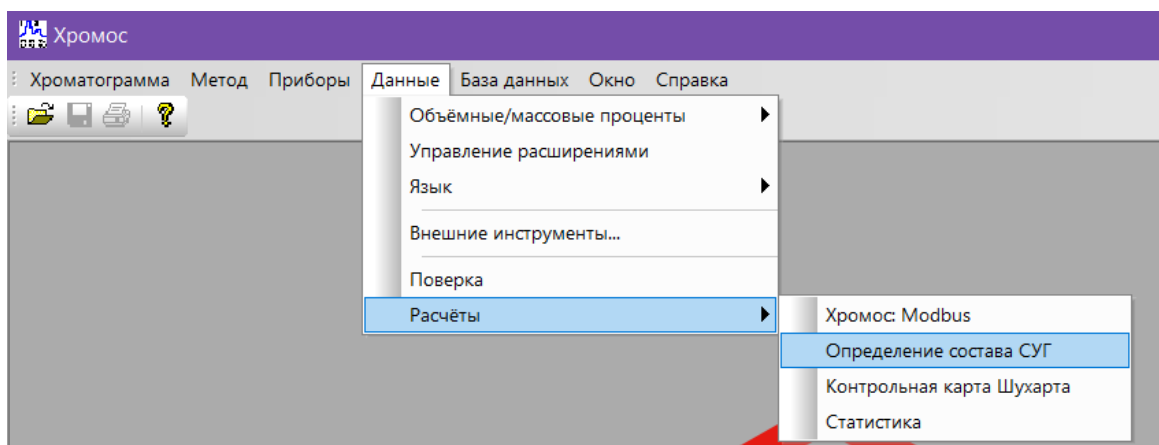

Рис. 2. Запуск дополнения в ПО «Хромос»
3. В меню *Данные* выберите **Расчёты** > **Определение состава СУГ** (Рис. 2).